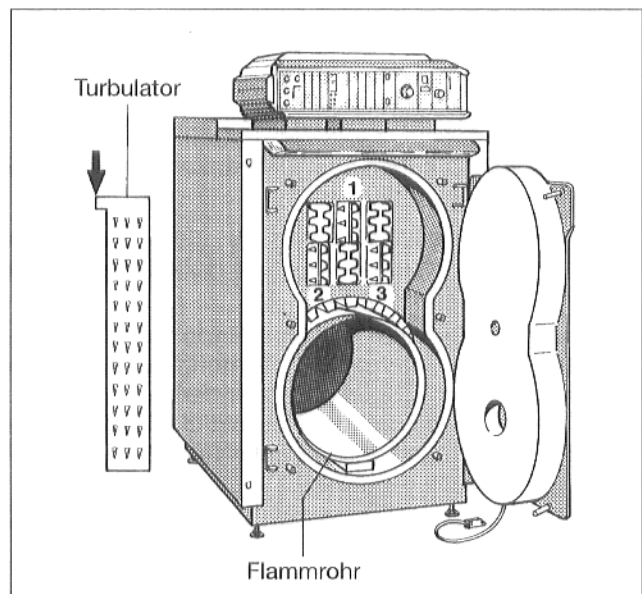

Abb. 18
- Prüfen, ob Flammrohr bis zum Anschlag im Brennraum eingesetzt ist (Abb. 18 + 19).
- Prüfen, ob Turbulatoren entsprechend der Kesselgröße eingesetzt sind (Abb. 18).
Bei Kesselgröße 95 und 145 werden nur die Taschen 1, 2 und 3 bestückt (Abb. 18).
Der Anschlag muß unten anliegen (Pfeil – Abb. 18).
- Flammrohr unten gegen Anschlag wieder in den Brennraum einsetzen (Abb. 18 + 19).
- Bei den Kesselgrößen 95 und 145 werden nur die Taschen 1, 2 und 3 bestückt (Abb. 18). Der Anschlag muß unten anliegen (Pfeil – Abb. 18).